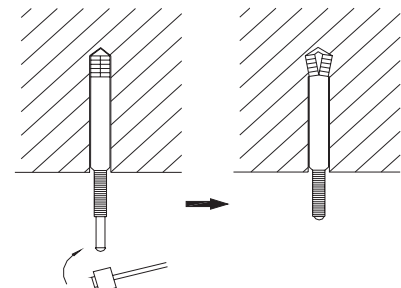

Abb. 7
1. Installieren Sie die Schrauben in der Decke. Die Decke muss hinsichtlich des Gerätes ausreichend tragfähig sein. Markieren Sie die Schraubenpositionen nach der Installationsschablone. Bohren Sie Bohrungen  $\Phi 12,7$  mm (1/2") mit einer Schlagbohrmaschine. (Abb. 7)